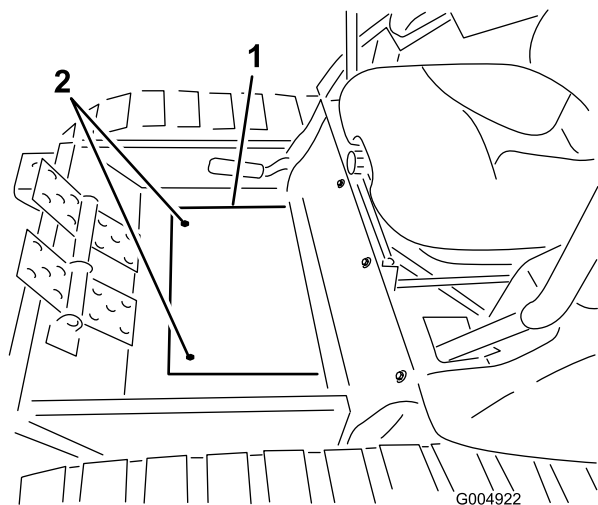

Figure 44
4. Retirez les deux vis qui fixent la plaque couvercle de plancher au plancher et déposez la plaque (Figure 44).